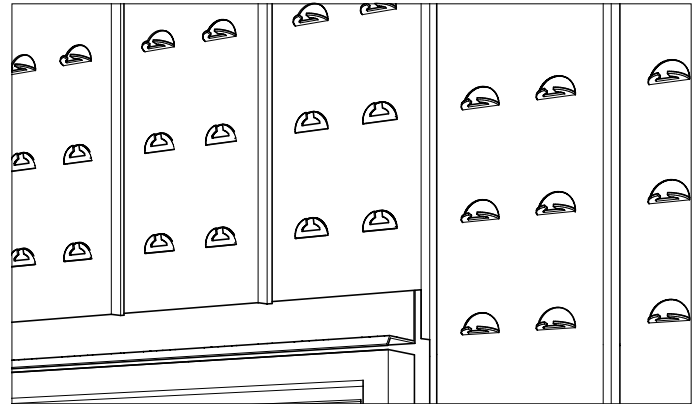

FIGURA 13
- Para crear una fila de soldado, aplane las filas de garras de sujeción que quedan detras (pero no por encima o por debajo). de la fila de soldos de tal forma que el ladrillo quede plano contra el panel de soporte e instalar el ladrillo verticalmente siguiendo el procedimiento descrito anteriormente (vea Figura 13 y 14).